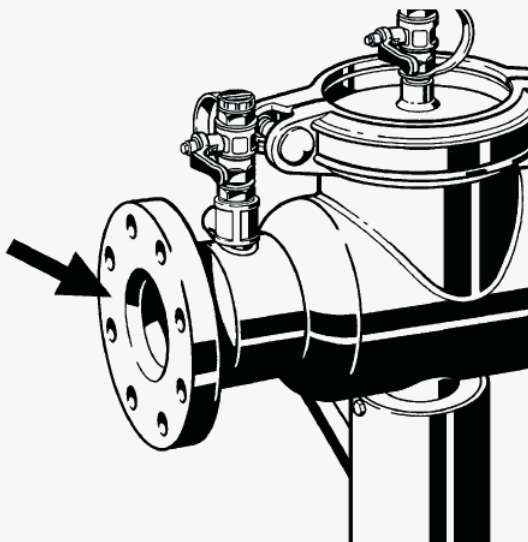

Abbildung 1: Anschlussbereich
- 2.** Prüfen Sie die Anschlüsse am Systemtrenner auf Sauberkeit (Abbildung 1).